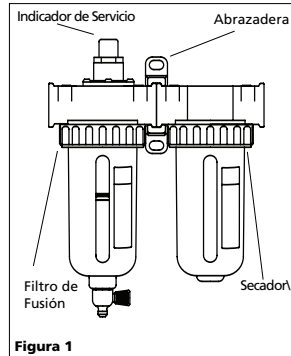

Figura 1
4. Reemplazo del filtro mezclador – El indicador de servicio del filtro mezclador (ilustrado en la Figura 1) indica cuándo el elemento del filtro debe ser reemplazado. Cuando el indicador salta hacia arriba, el elemento del filtro debe ser reemplazado.